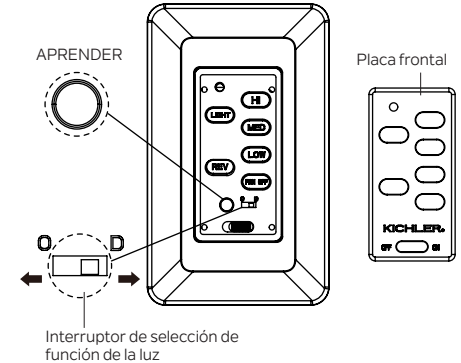

Figura 17
1. Utilice un destornillador plano pequeño y haga palanca con cuidado para separar la placa frontal de la parte superior del control de pared. (Figura 17)